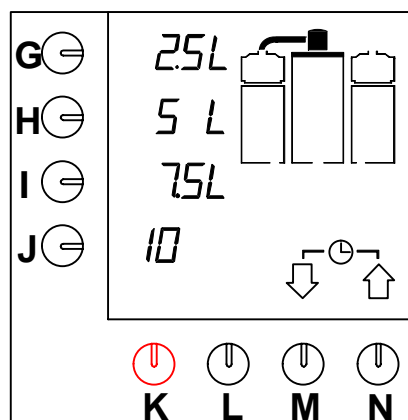

Abb. 5 Standardwahlmöglichkeiten
- Die Kontrolleuchte im Schalter schaltet sich ein. Die Standardwahlmöglichkeiten erscheinen auf dem Display (Abb.5).